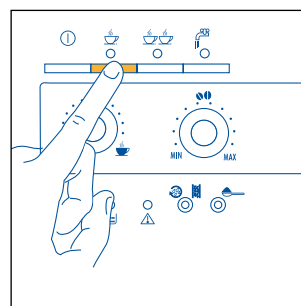
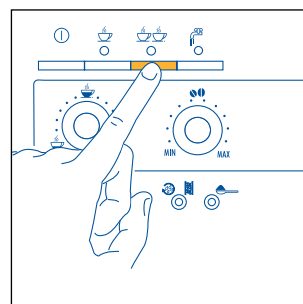

Fig. 12
Fig. 13
- 5) Tryck på knappen ☕ (fig. 12) om du ska laga en kopp espresso eller på knappen ☕☕ (fig. 13) om du ska laga 2 koppar. *Espressomaskinen mal nu bönorna, utför en kort för-infusion och matar sedan ut kaffet.*
ANM 4: Du kan när som helst avbryta utmatningen genom att trycka på den av knapparna  (fig. 12) och  (fig. 13) som du tidigare tryckte på.
ANM 5: Om du vill öka mängden kaffe i koppen när utmatningen är klar håller du den av knapparna  (fig. 12) och  (fig. 13) som du tidigare har tryckt på intryckt tills du erhåller önskad mängd (detta måste göras inom 3 sekunder efter det att kaffet har slutat matas ut).